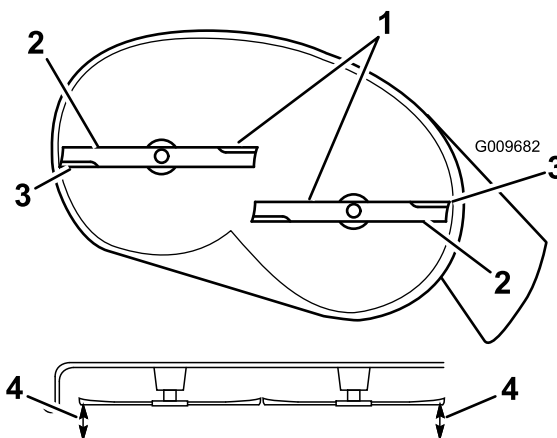
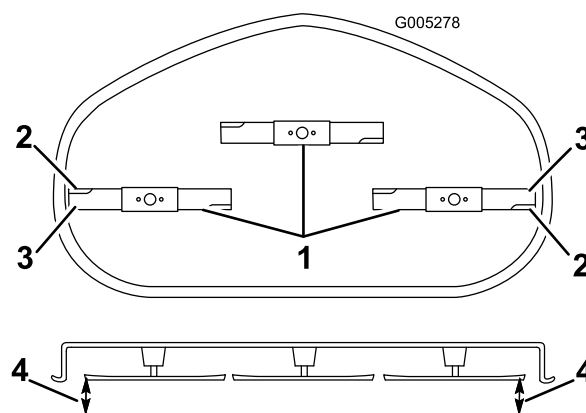

Figura 60
Figura 61
4. Rode cuidadosamente a(s) lâmina(s) para que todas estejam alinhadas (Figura 60 e Figura 61).
5. Meça entre as extremidades de corte exteriores e a superfície plana (Figura 60 e Figura 61). Se ambas as medições não se encontrarem dentro do intervalo de 5 mm, é necessário um ajuste, continue com este procedimento.